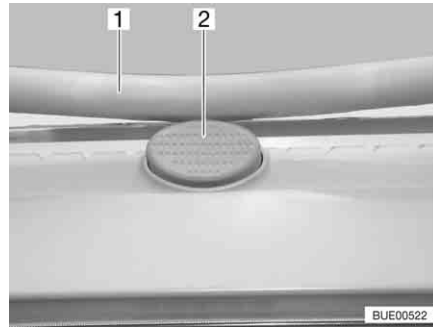

Fig. 80 Botón de seguridad en la claraboya Heki
- Pulsar el botón de seguridad (Fig. 80,2) y tirar el estribo (Fig. 80,1) hacia abajo con ambas manos.
- Presionar el estribo hacia arriba con ambas manos hasta que el estribo se encuentre encima del botón de seguridad (Fig. 80,2).